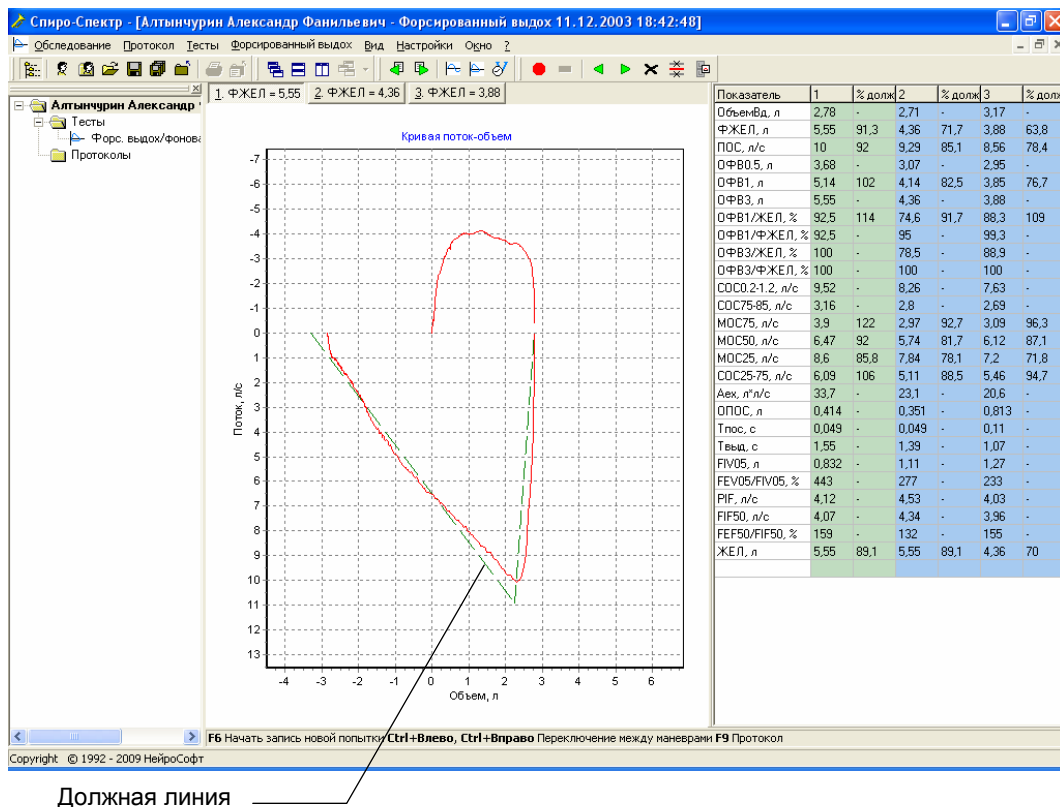

Рис. 25
Данные теста форсированного выдоха также отображаются в специальном окне, которое показано на рис. 25.
7. Когда обследуемый закончит выполнение форсированного выдоха, необходимо завершить запись, выбрав пункт меню **Форсированный выдох|Стоп** (либо нажав кнопку  на инструментальной панели или «горячую» клавишу). При этом активным будет сделан лучший маневр (обычно отмечается красным цветом (рис. 25)) и рассчитаны параметры форсированного выдоха, значения которых отобразятся в таблице. Лучшим маневром считается тот, в котором сумма ЖЕЛ и ОФВ1 максимальна.